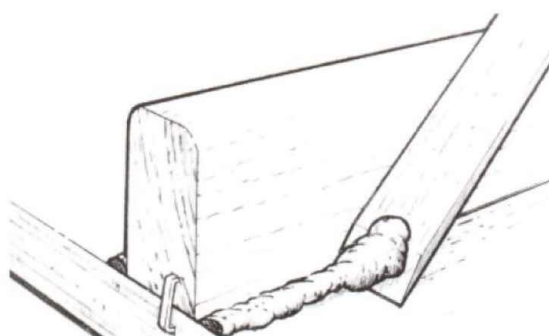

Рисунок 8-11 Удалите лишнюю эпоксидную смолу до того, как она начнёт застывать.
4. Удалите, или придайте нужную форму излишней смолы, которые были выдавлены из стыка, как только соединение будет зафиксировано с помощью зажимов. Деревянная палочка для смешивания со скошенным концом является идеальным инструментом для удаления излишков (*Рисунок 8-11*).